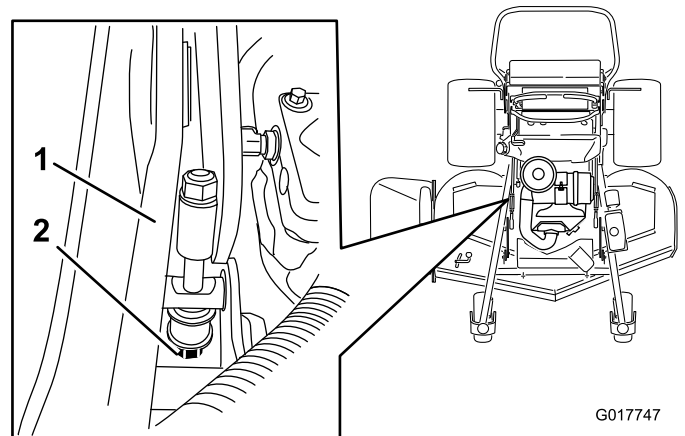

Figura 97
5. Si la medida no es correcta, localice la varilla de ajuste de la altura de corte en el lado derecho de la máquina (Figura 97).
6. Ajuste el perno de ajuste hasta obtener la distancia correcta de 7.6 mm (3 pulgadas), según se muestra en Figura 97.